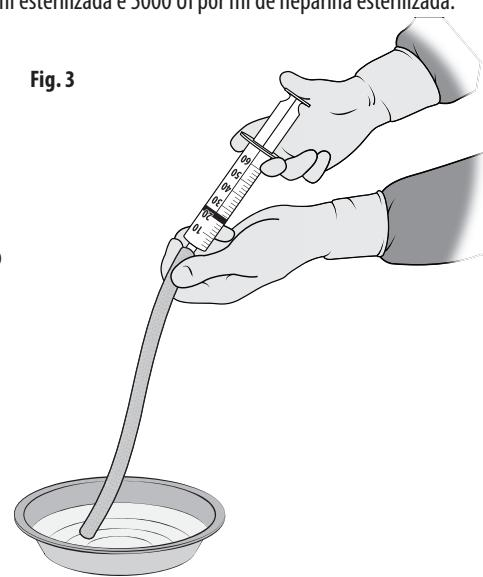

Fig. 3
1. Utilizar uma seringa esterilizada para lavar o lúmen da prótese com 20 ml de soro fisiológico esterilizado. Fig. 3. Repetir pelo menos duas vezes.